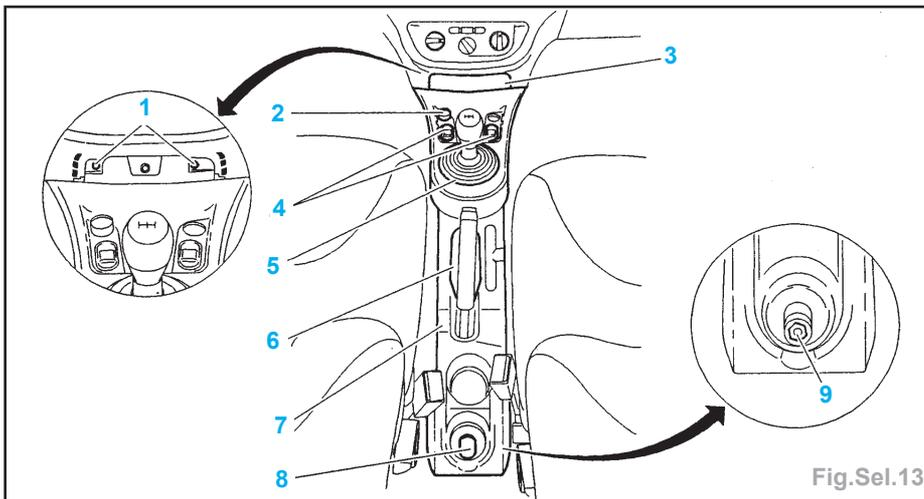
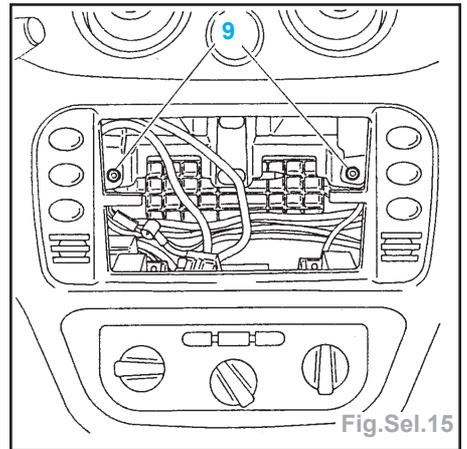
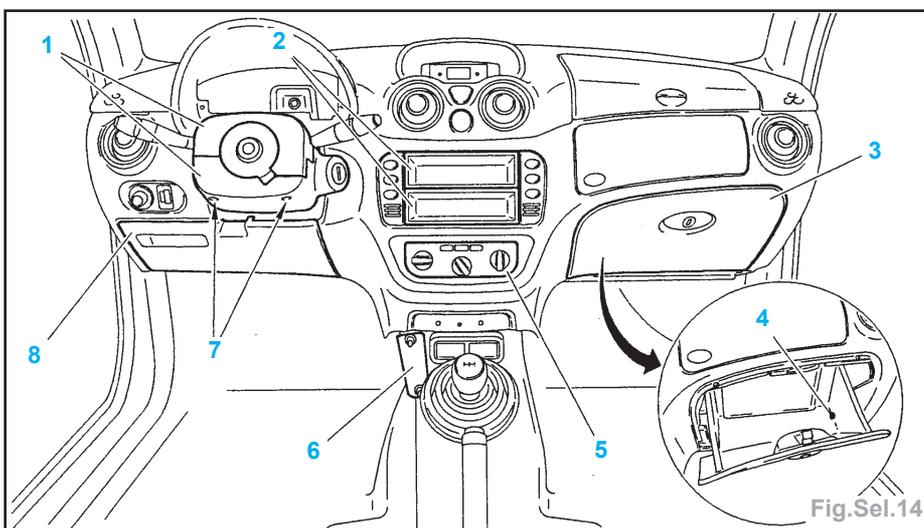

Fig.Sel.13
Fig.Sel.15
Fig.Sel.14
- déposer les vis (3) et sortir le combiné (2),
- Déposer la console centrale (Fig.Sel.13).
- le cache (8),
- l'écrou (9),
- l'enjoliveur de frein à main (6),
- le soufflet du levier de vitesses (5),
- le cache AV (3),
- les vis (1),
- débrancher l'allume-cigare (2) et les boutons (4),
- Déposer (Fig.Sel.14) :
- le tableau de commande de climatisation (5),
- la jambe de force (6),
- le volet de boîte à fusibles (8),
- les vis (7),
- les caches sup. et inf. (1),
- les boîtes de rangements ou l'autoradio (2),
- le couvercle (3) en déclippant l'axe (4).
- les vis (9) (Fig.Sel.15),